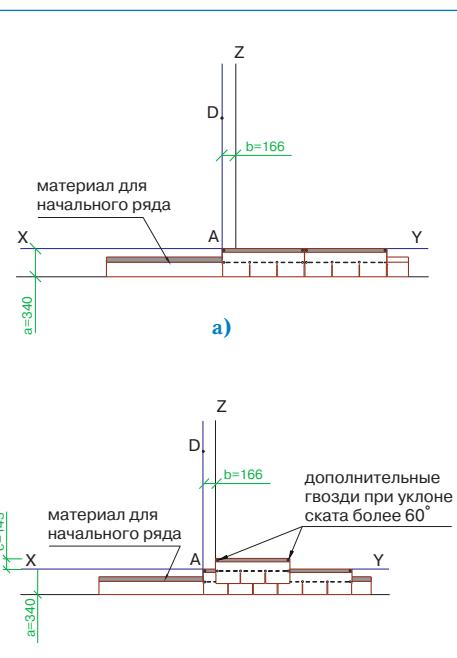

Рис. 2
### Укладка материала (рис. 2)
- По линии карниза укладывается специальный самоклеящийся рулонный материал для начального ряда, при этом предварительно снимается защитная пленка с его изнаночной стороны (рис. 2а);
- укладка черепицы начинается от линии AD, при этом ее верхний край выравнивается по линии XY (рис. 2б);
- следующий ряд укладывается от линии Z (со смещением 16,6 см от AD) (рис. 2б);
Для крепления гибкой черепицы ПРЕСТИЖ ЭЛЛИТ используются гвозди из нержавеющей стали улучшенного прилегания (ерщенные) с гладкими широкими шляпками. Каждый лист черепицы ПРЕСТИЖ ЭЛЛИТ крепится 4 гвоздями (ось гвоздя на линии битумных клеевых полос) таким образом, чтобы гвоздь прошивал и верхний край нижележащего листа черепицы (рис. 2б).